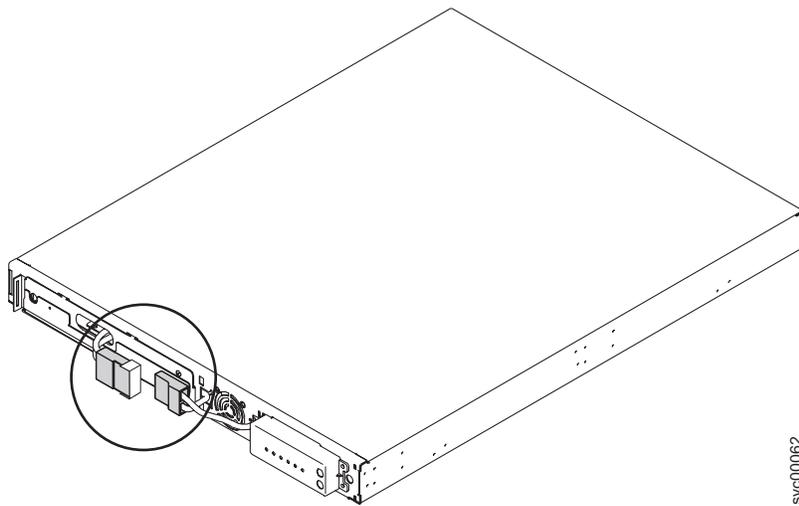

図 330. 保護テープ付きの 2145 UPS-1U 内部バッテリー・コネクタ
3. 図 330 の円内に示すように、内部バッテリー・コネクタを切り離します。